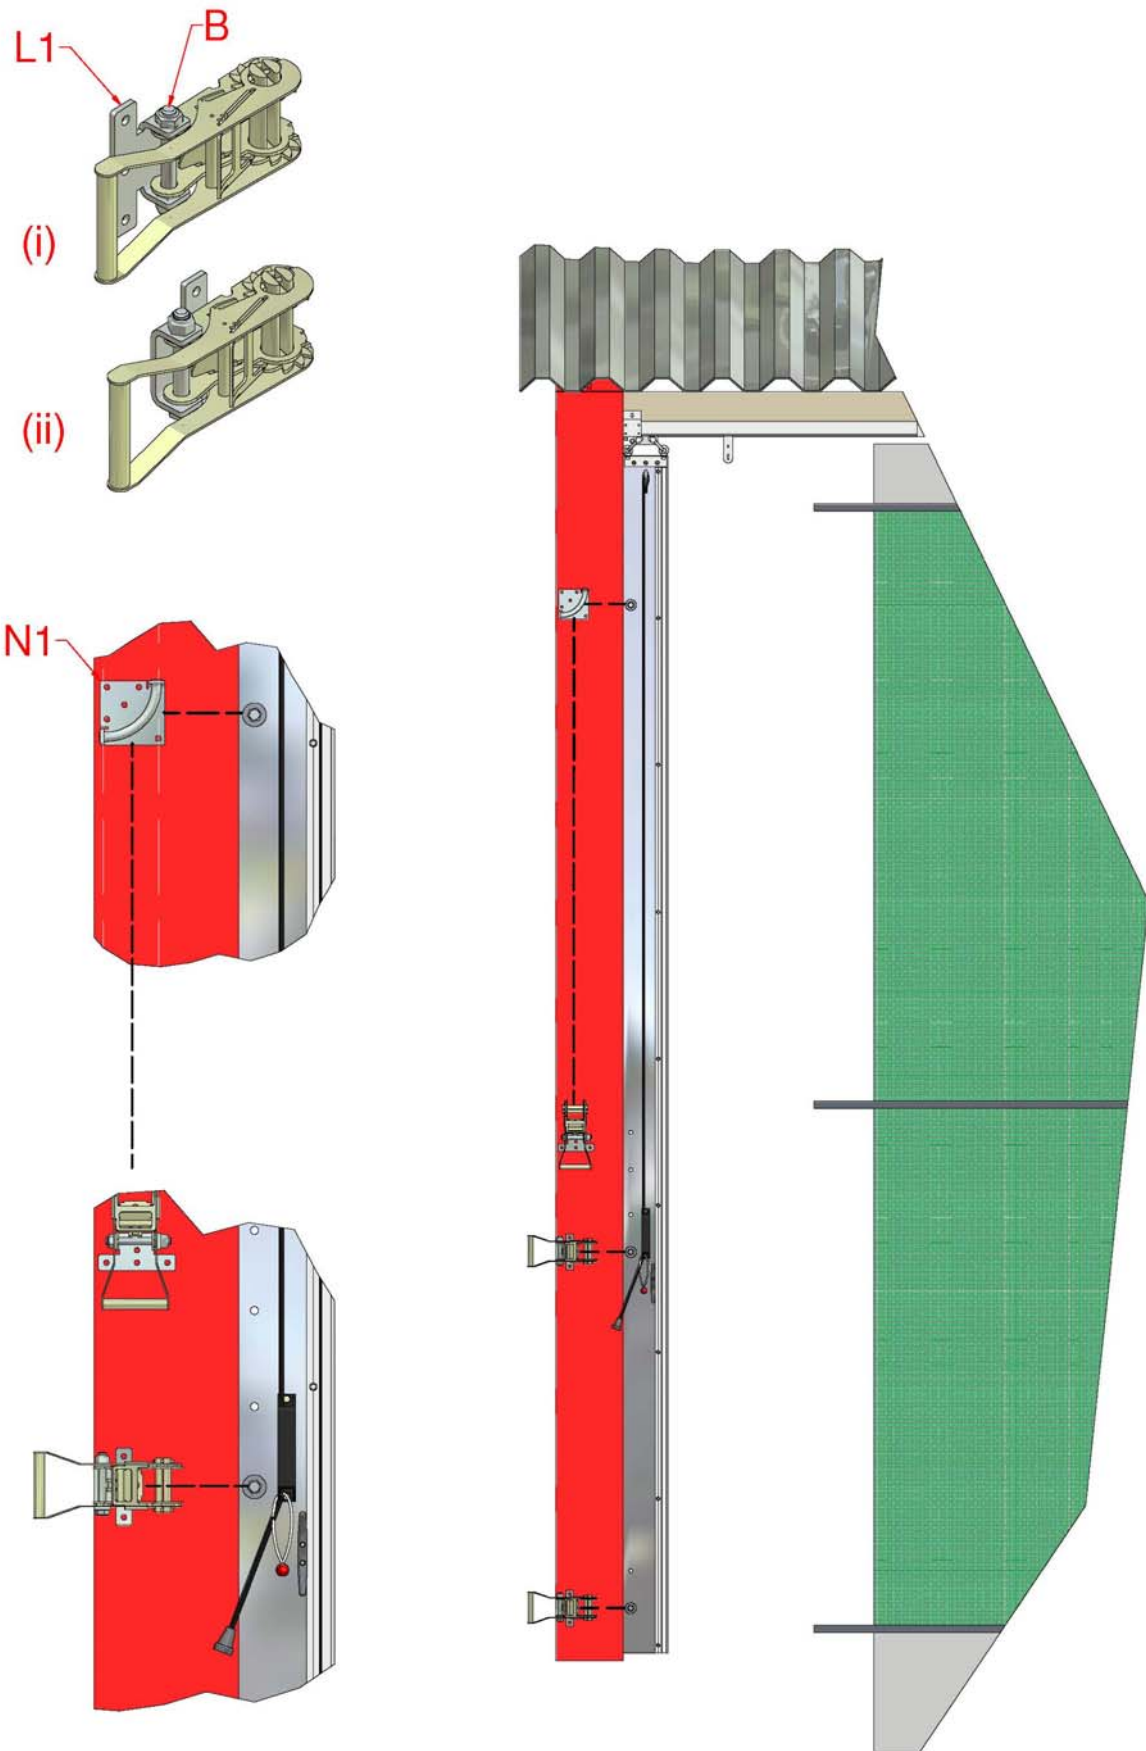

Figure 7, Fixer le poteau coulissant
8. Monter les cliquets de 50 mm (K1) et les supports de cliquets (L1) au moyen des boulons M12x90 indiqués à la Figure 7 (i) ou (ii) en fonction de l'espace de fixation disponible.
9. Fixer deux cliquets au niveau de l'extrémité d'ouverture du bâtiment, pour faire en sorte de les aligner sur les deux goujons de fixation du poteau coulissant, Figure 7.
- 10.1 Fixer le raccord à gousset (N1) pour que l'encoche d'identification s'aligne sur le goujon de fixation le plus en haut. Fixer un cliquet de 50 mm directement en-dessous de l'encoche d'identification du bas, à une hauteur de fonctionnement pratique, Figure 7.